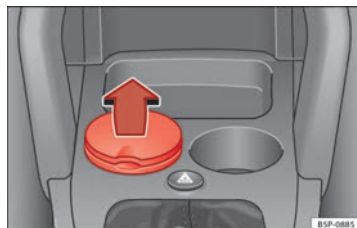

Abb. 109 Aschenbecher im Getränkehalter vorne.
- Zum Öffnen des Aschenbechers den Deckel anheben ⇒ Abb. 109.